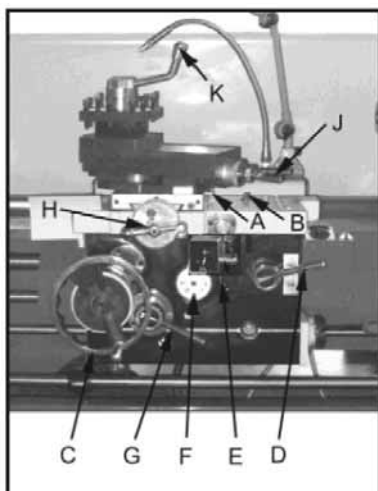

Rys. 12
- Wyłącznik układu chłodzenia:** (A, rys.12) służy do włączania i wyłączania pompy chłodziwa.
- Lampka kontrolna zasilania:** (D, rys.12) świeci się, gdy włączone jest zasilanie tokarki.
- Wyłącznik awaryjny:** (C, rys.12) Naciśnięcie powoduje zatrzymanie wszystkich funkcji maszyny. (Uwaga: Zasilanie tokarki będzie nadal włączone). W celu zresetowania należy pokręcić przycisk w prawo.
- Przycisk ruchu skokowego:** (B, rys.12) W celu wywołania krótkotrwałego obrotu wrzeciona nacisnąć przycisk na chwilę i zwolnić.
2. **Dźwignie zmiany biegów skrzynki przekładniowej:** (F, rys.12) Usytuowane w górnej części przedniej ścianki wrzeciennika. Przez przestawianie dźwigni w lewo lub w prawo uzyskuje się żądaną prędkość obrotową wrzeciona.
3. **Przełącznik kierunku pracy śruby/wałka pociągowego:** (E, rys.12) Usytuowany w lewej dolnej części przedniej ścianki wrzeciennika. Przez przestawienie pokrętkła uzyskuje się zmianę kierunku posuwu. (Uwaga: Nie ruszać pokrętkła podczas pracy maszyny)
4. **Pokrętkła nastawcze posuwów:** (H, rys.12) Usytuowane na przedniej ściance wrzeciennika. Służą do nastawiania wartości posuwów realizowanych przez śrubę albo wałek pociągowy, przy nacinaniu gwintów lub toczeniu.